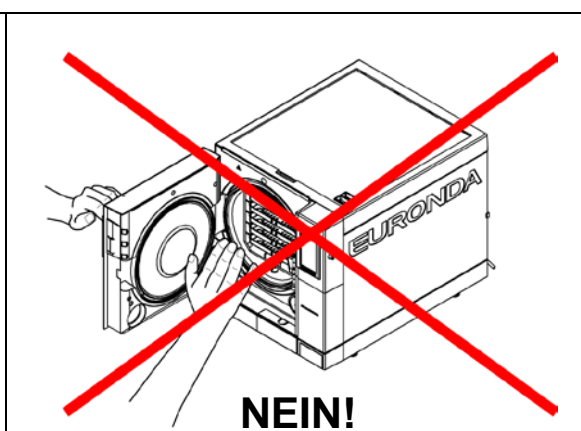

Abb. 3.4-2
2. Beim Öffnen der Tür nicht unmittelbar davor oder darüber stehen, da durch den austretenden Dampf Verbrühungsgefahr besteht (Abb. 3.4-2).